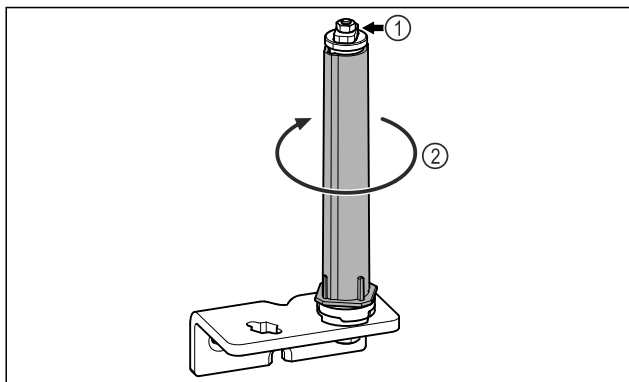

Fig. 18
- Non disassemblare il sistema di chiusura della porta Fig. 18 (1).
- ▶ Ruotare il sistema di chiusura Fig. 18 (2) finché non scatta.